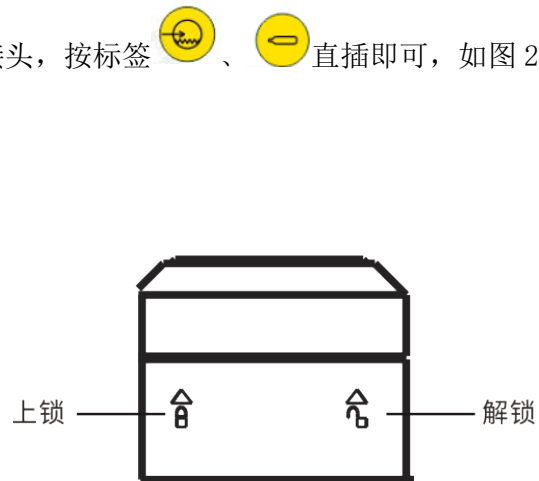

图 2-2 【QBH】局部
2. 以图 2-2 中【上锁】、【开锁】刻度为准，先旋转松开 QBH 至【开锁】处，对准 QBH 和光纤头的红点位置，插入光纤头后再锁紧至【上锁】处，锁紧后光纤头置于【QBH】内无摇晃；